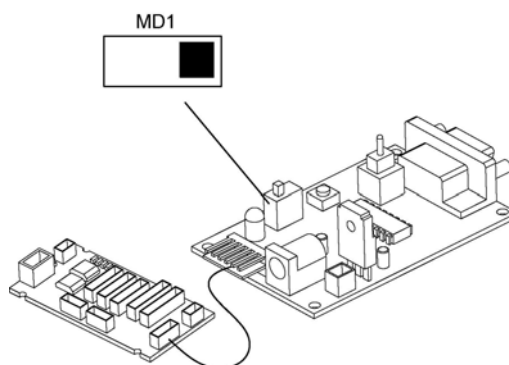

図 6 - FLASH モード FLASH mode
- 3- FLASH モードでは、TITechSH2 SerialProgrammer®の MD1 スイッチを右にセットします (図 6 を参照)。
Set the switch MD1 of the TITechSH2 SerialProgrammer® board to the right in FLASH mode as shown in Fig. 6.